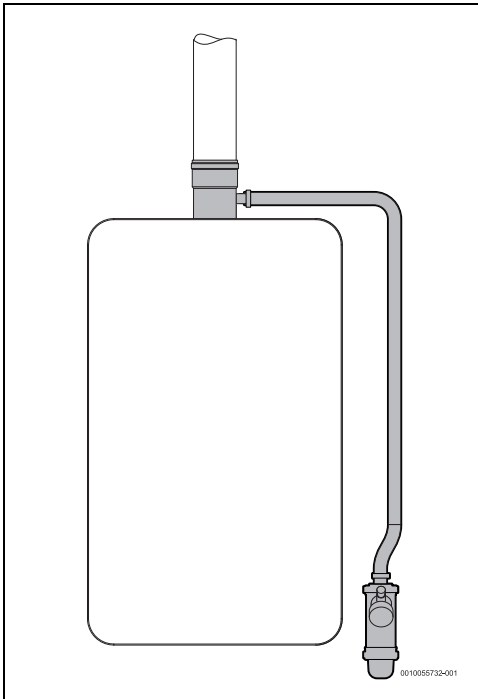

Fig. 16 Sifone per la condensa (condotto verticale)
- il condotto è verticale (Fig. 16), oppure